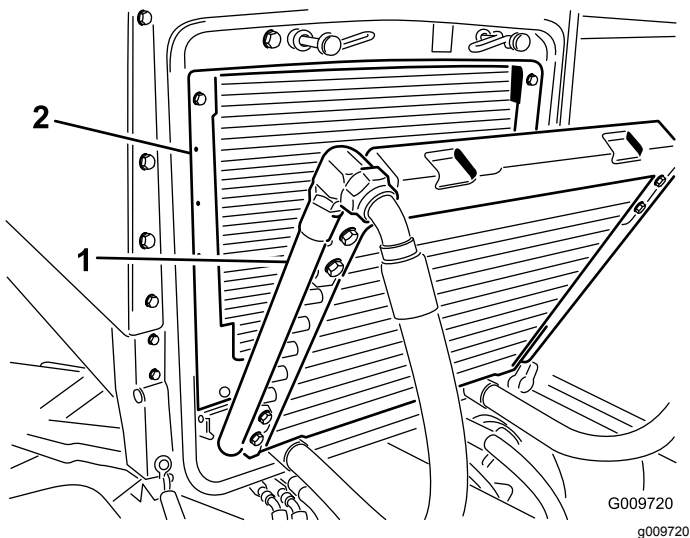

図 51
3. クーラを後ろに傾ける。オイルクーラとラジエターの裏表を 図 51 圧縮空気で丁寧に清掃する。機体の前側からエアを吹きつけて後ろ側にゴミを吹き飛ばします。その後、今度は後ろ側から前側に向かって吹きつけて清掃します。この作業を数回繰り返してごみやほこりを十分に落としてください。